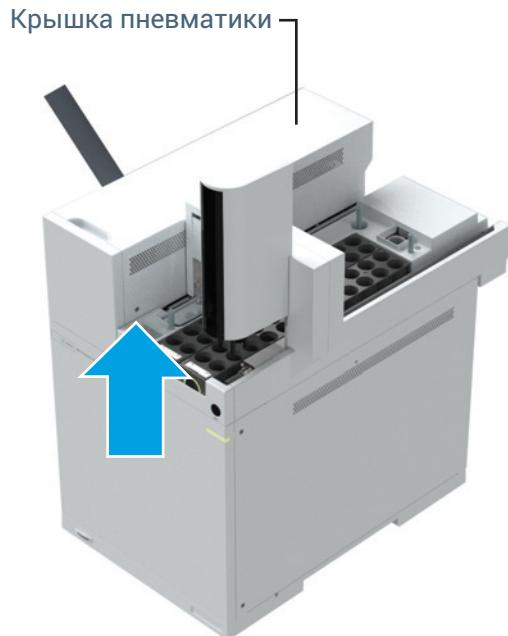

Рис. 3. Удаление винта T-20 Torx из крышки пневматического блока
- 2 Удалите винт T-20, с помощью которого закреплена крышка (Рис. 3).